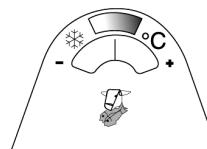

Fig. 1
- Innvendig temperatur vises på en temperaturindikator på seksjonsdøren (**Fig. 1**)